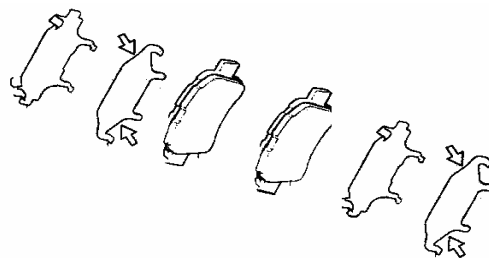

图 3—20
(1) 在每片消音垫片的两侧涂盘式制动润滑脂, 如图3—20所示。